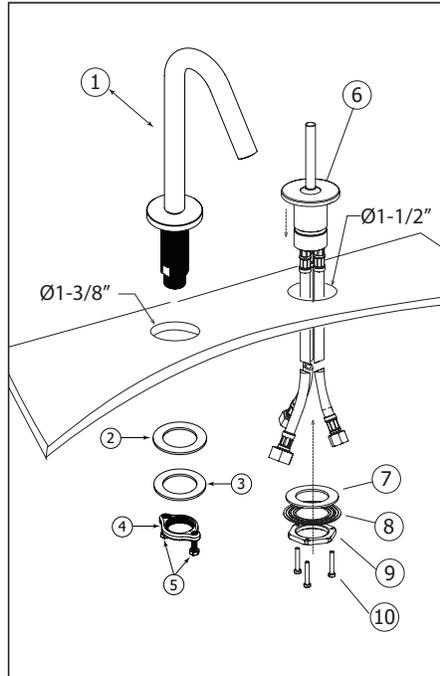

Fig.2
Insert the spout (1) into the hole ( $\text{Ø} 1-3/8"$ ) of the sink or countertop as shown (Fig.2). Then, insert the rubber washer (2), the metal washer (3) and secure the spout with the metal nut (4). Tighten the two screws supplied (5). Next, insert the mixer (6) into the hole ( $\text{Ø} 1-1/2"$ ) of the sink or countertop. Secure it with rubber washer (7), metal washer (8) and the nut (9). Tighten the three supplied screws (10).
Insérer le bec (1) dans le trou ( $\text{Ø} 1-3/8"$ ) de la surface tel qu'illustré (Fig.2). Ensuite, enfilez la rondelle en caoutchouc (2), la rondelle en métal (3), (4) et les vis fournies (5). Ensuite, insérez le mitigeur (6) dans le trou ( $\text{Ø} 1-1/2"$ ) de la surface. Le Fixer avec la rondelle en caoutchouc (7), la rondelle en métal (8) et l'écrou en métal (9). Visser les trois vis fournies (10).